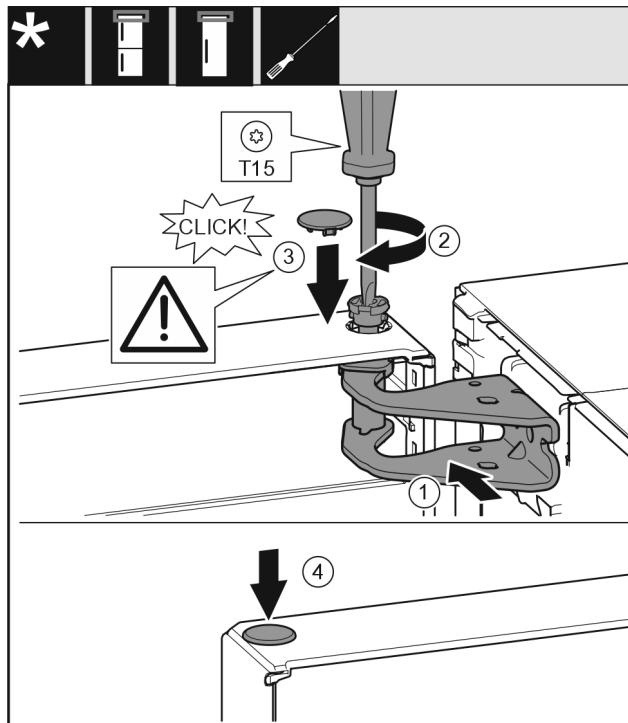

Fig. 18
- Регулирайте вратата горе спрямо отвора в лагерната стойка. Fig. 18 (1)
- Поставете болта и затегнете здраво с отвертка T15. Fig. 18 (2)
- Монтаж на предпазния капак за осигуряване на вратата: Поставете предпазния капак и проверете дали той е допрян до вратата. В противен случай поставете изцяло болта. Fig. 18 (3)
- Поставете тапата. Fig. 18 (4)